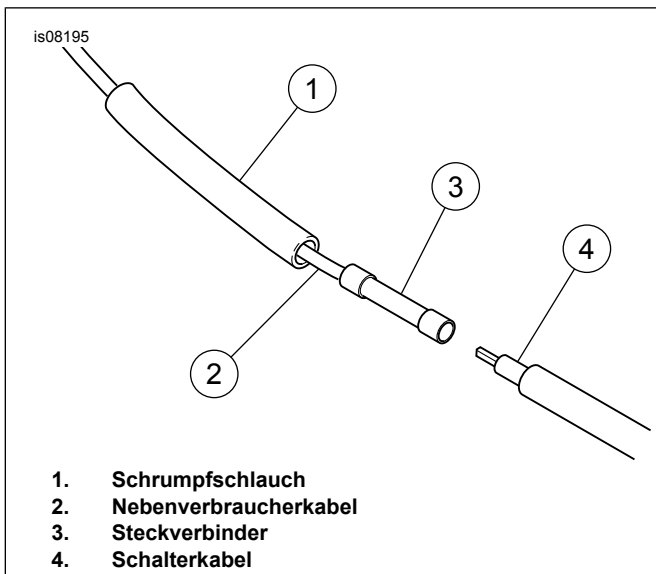

Abbildung 8. Verbinden der Kippschalterkabel mit den Nebenverbraucherkabeln
16. Siehe Abbildung 8. Den Schrumpfschlauch (1) über das Nebenverbraucherkabel (2) schieben und den Steckverbinder (3) mithilfe einer Quetschverbinderzange H-D 38125-8 am Kabel anquetschen.
17. Siehe Abbildung 8. Das Ende des Schalterkabels (4) in den Steckverbinder (3) einführen und das Kabel mithilfe einer Quetschverbinderzange H-D 38125-8 am Steckverbinder (3) anquetschen.
18. Siehe Abbildung 8. Den Schumpfschlauch (1) von der Spleißverbindung wegschieben und mit der Heißluftpistole UltraTorch UT-100 (HD 39969), Robinair-Heißluftpistole (HD 25070) mit Schumpfvorrichtung (HD 41183) oder einem Heizstrahler den gequetschten Steckverbinder (3) erwärmen. Die Wärme von der Mitte des Quetschverbinders langsam zu den Enden führen, bis das schmelzbare Dichtungsmittel aus beiden Enden des Stoßverbinders austritt. Den Verbinder abkühlen lassen.
19. Siehe Abbildung 8. Den Schumpfschlauch (1) auf die Spleißverbindung schieben und mit der Heißluftpistole UltraTorch UT-100 (H-D 39969), Robinair-Heißluftpistole (H-D 25070) mit Schumpfvorrichtung (H-D 41183) oder einem Heizstrahler den Schumpfschlauch erwärmen, um den Steckverbinder zu versiegeln. Die Wärme von der Mitte der Quetschverbindungen zu den Enden führen.